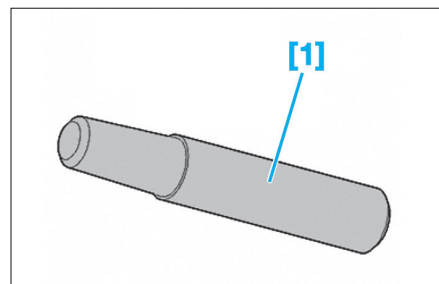

Fig. 28
- [1] Outil d'immobilisation de poulie de pompe haute pression (réf. 0194J) (Fig.28).